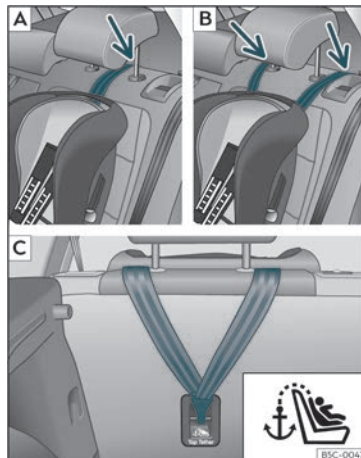
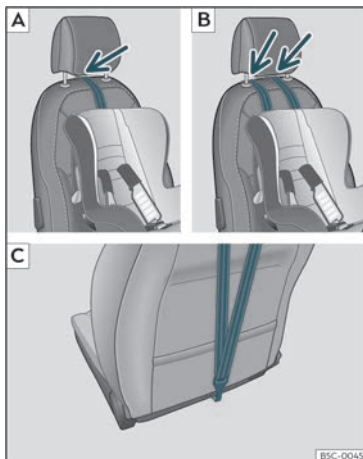

Fig. 29 Asentos traseiros: axuste e montaxe en función do cinto Top Tether.
Fig. 30 Asento do acompañante: axuste e montaxe en función do cinto Top Tether.
deira, levante ou retire o repousacabezas se é necesario)»» fig. 29 [A]/[B],»» fig. 30 [A]/[B].
- Deslice a correa e fíxela correctamente coa áncora da parte traseira do respaldo »» fig. 29 [C],»» fig. 30 [C].